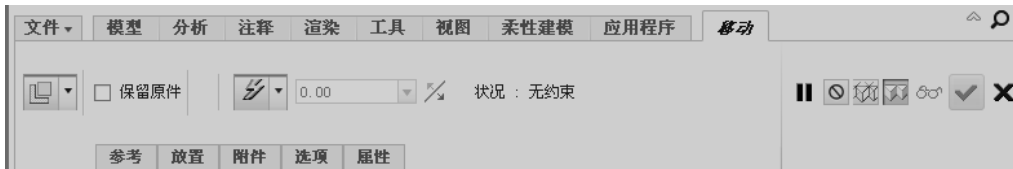

图 9-14 “移动”选项卡（使用约束移动）
- 使用约束移动：使用一组完全定义了几何选择的位置和方向的约束来移动选定几何。注意需要完全约束才能完成定义移动。在“变换”面板中单击“使用约束移动”按钮，打开如图 9-14 所示的“移动”选项卡。